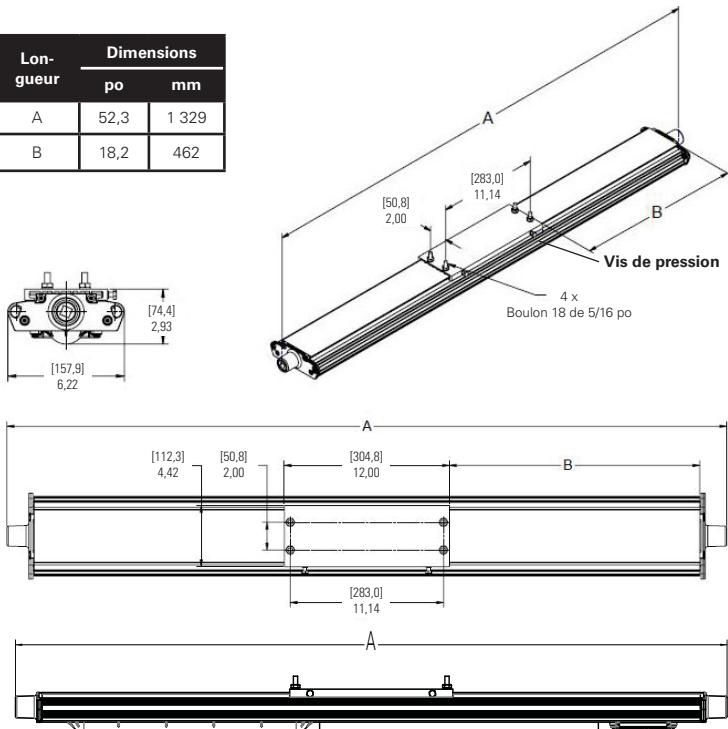

Figure 3. Montage arrière du DP1057MTK
- Pour le montage arrière, utiliser le support comme modèle pour marquer des trous et les percer dans la surface de montage, puis utiliser les boulons de 5/16 po inclus (voir la figure 3).
- Le luminaire peut maintenant être installé. Il est fortement recommandé que deux (2) professionnels qualifiés réalisent le montage final du luminaire, afin d'éviter des blessures corporelles ou des dommages au luminaire.
- Serrer à fond les deux (2) vis de pression de 1/4 po sur le support coulissant. Serrer à un couple de 8,8 N.m (78 lb-po).